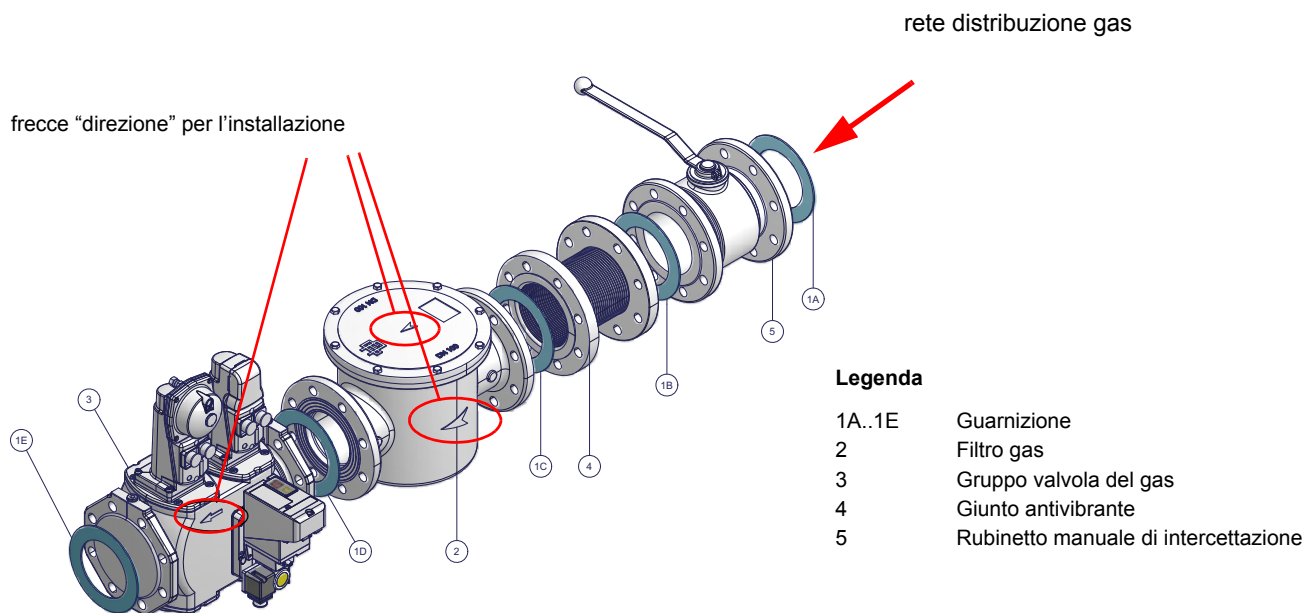

Fig. 5 - Esempio di rampa gas
**Attenzione:** il diaframma D dell'SKP2 deve essere verticale (vedi Fig. 5).